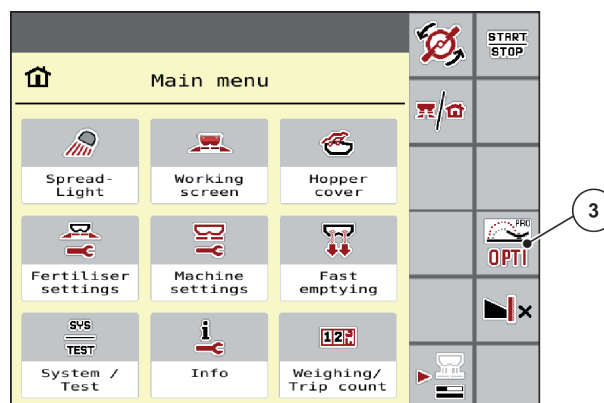

Fig. 15: OptiPoint aktivert i hovedmenyen
- Betjen funksjonstasten “OPTI” for å aktivere vendeteigmodus. Eller aktivering i hovedmenyen, se *Fig. 15 OptiPoint aktivert i hovedmenyen*.